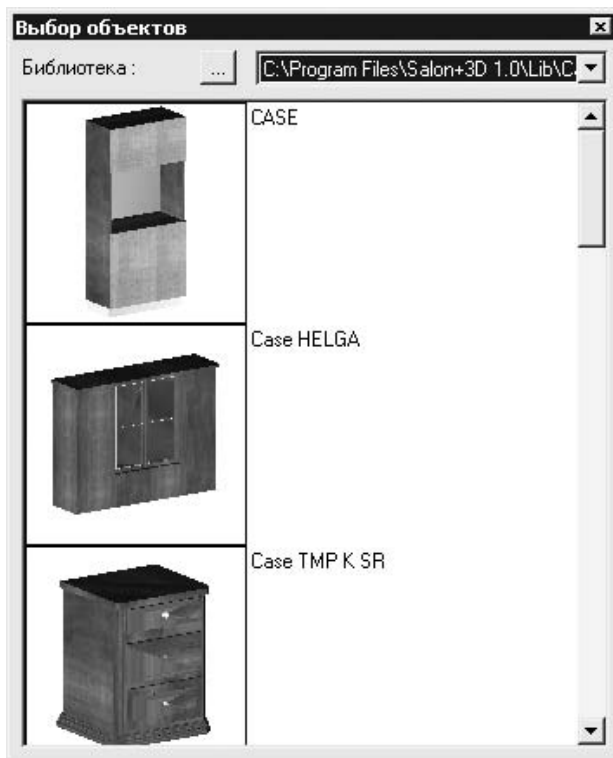

Рис. 8.33
4. Наполнить интерьер изделиями мебели и аксессуарами, используя кнопку **Добавить**, — откроется окно **Выбор объектов** (рис. 8.33).
В открывающемся списке **Библиотека** (см. рис. 8.33) можно выбрать различные объекты: шкафы, столы, кровати.